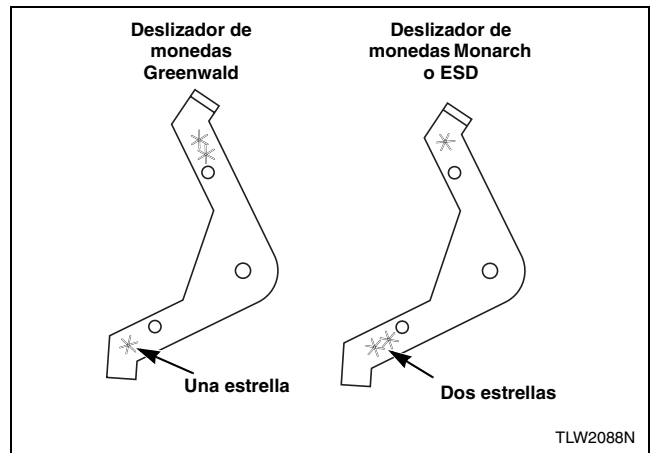

Figura 13
2. Si se está instalando un deslizador de monedas Greenwald, sitúe la palanca de extensión (que se va a instalar en el soporte de la extensión) con el brazo que tiene una estrella orientado hacia abajo. Consulte la *Figura 13*.
3. Si se está instalando un deslizador de monedas Monarch o ESD, sitúe la palanca con el brazo que tiene dos estrellas orientado hacia abajo. Consulte la *Figura 13*.